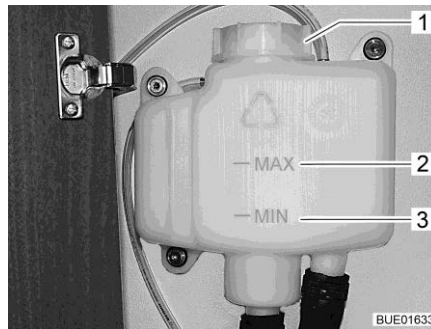

Fig. 283 Vaso d'espansione senza diaframma
- Controllare se il livello del liquido nel vaso d'espansione (Fig. 283) è tra la riga del "MIN" (Fig. 283,3) e del "MAX" (Fig. 283,2).
- Aprire il coperchio (Fig. 283,1) del vaso d'espansione.